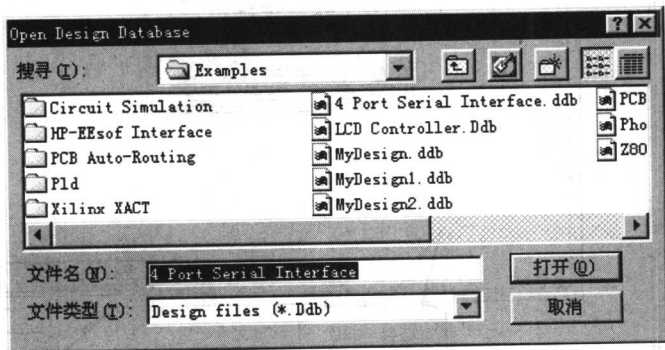

图 1-3 Open Design Database(打开设计数据库)对话框
- (1) 执行 File|Open 命令,或单击主工具栏中的 Open Document(打开文档)按钮.
- (2) 执行命令后,出现如图 1-3 所示的 Open Design Database(打开设计数据库)对话框。可以使用此对话框查找或输入所要打开的设计数据库名。